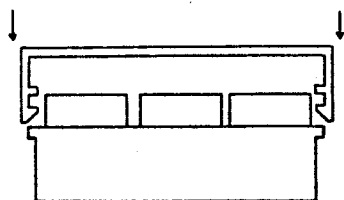

Abb. 1
Die Moduleinheiten beinhalten drei verschiedene Regler, über die der Color Star 2000 auf Farb- und Lichtempfindlichkeit geeicht wird. Dazu werden zunächst die weißen Reglerknöpfe aufgesetzt, und durch Aufstecken des Haltebügels befestigt (Abb. 1). Die Moduleinheit läßt sich nur so in der Modulschacht (9) einsetzen, daß sich die Gehäuseaussparung unten links befindet.